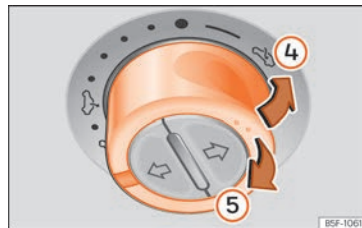

Abb. 111 Im Dachhimmel: Schalter zum Hochklappen oder Zuklappen des Dachs drücken bzw. daran ziehen.
- Hochfahren: Drücken Sie den Schalter auf die Position »» Abb. 111 (4). Zum Einstellen einer Zwischenposition betätigen Sie den Schalter bis die gewünschte Position erreicht ist.
- Senken: Ziehen Sie den Schalter auf die Position »» Abb. 111 (5). Zum Einstellen einer Zwischenposition betätigen Sie den Schalter bis die gewünschte Position erreicht ist.
» » **Abb. 111** (Pfeil ) bis das Dach vollständig geschlossen ist.